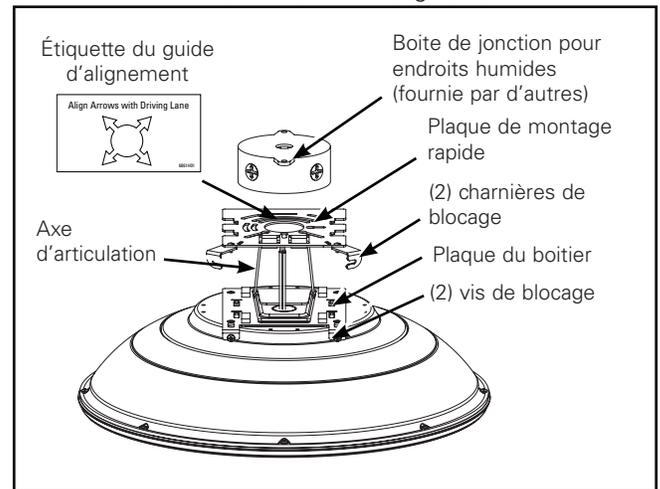

Figure 3.
Alignez la plaque de montage rapide à la boîte de jonction en alignant les flèches avec le sens des traverses du stationnement couvert (Figure 3). La direction des flèches doit être dans le sens de la circulation.
3. Décrochez la plaque de montage rapide de l'axe d'articulation (Figure 3).
4. Installez la plaque de montage rapide à une boîte de jonction pour endroits humides (fournie par d'autres) en utilisant la quincaillerie fournie (vis n° 8-32 x 19,1 mm [3/4 po] ou n° 6-32 x 19,1 mm [3/4 po]). Consultez le guide d'alignement ci-dessus pour voir l'alignement des flèches avec l'étiquette de la plaque de montage rapide (Figure 3).